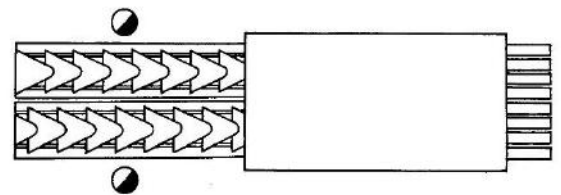

Bild 2
10. Si los cuerpos de los sombreros vuelven a entrar en la máquina en dos líneas, y si son croceados después de cada paso, como se hace normalmente, se trabajará con dos operarios, por lo que cada persona croará la línea que se muestra hacia él, como se muestra en la ilustración 2.